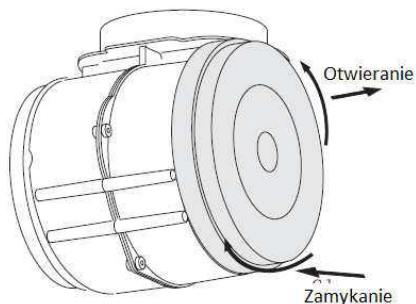

Rys. 6
4. Demontaż i montaż filtra [patrz rysunek 6].